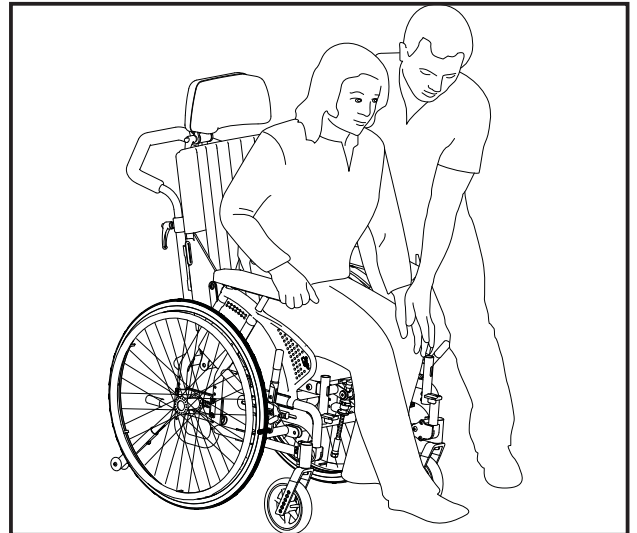

Abbildung 18
In den Stuhl setzen oder aus dem Stuhl aufstehen *Abbildung 18, 19 und 20*
- Der Nutzer kann jetzt aus dem Stuhl gehoben oder in den Stuhl gesetzt werden. Dies geschieht entweder durch Hilfe einer anderen Person, mit Personenlift oder er wird nach vorne bewegt, sofern er stehen kann. Siehe *Abbildung 18, 19 und 20*